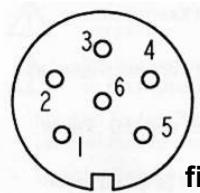

fig. 50
- Disinserire l'interruttore principale (29). Premere il tasto «Cal» (34) e contemporaneamente reinserire l'interruttore principale (29).
- Il display (41) visualizza la testa della pompa, ad es. «Pu 1».
- Premere i tasti freccia (35) fino a quando non compare «r on» oppure «r off».
- Confermare la modalità selezionata premendo Select (36).
9.4. Interfacce (fig. 50)